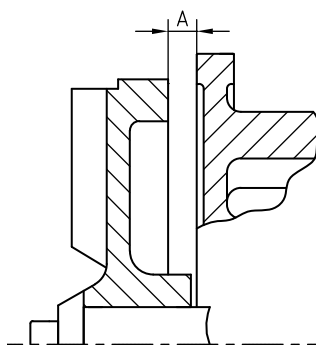

Figura 17: Reglajul rotorului FRES.
- 2 Reglați rotorul la dimensiunea **A** dintre spatele rotorului și capacul intermediar. A se vedea figura 17 și Tabelul 6 de mai jos. Utilizați de preferință 2 rigle gradate.